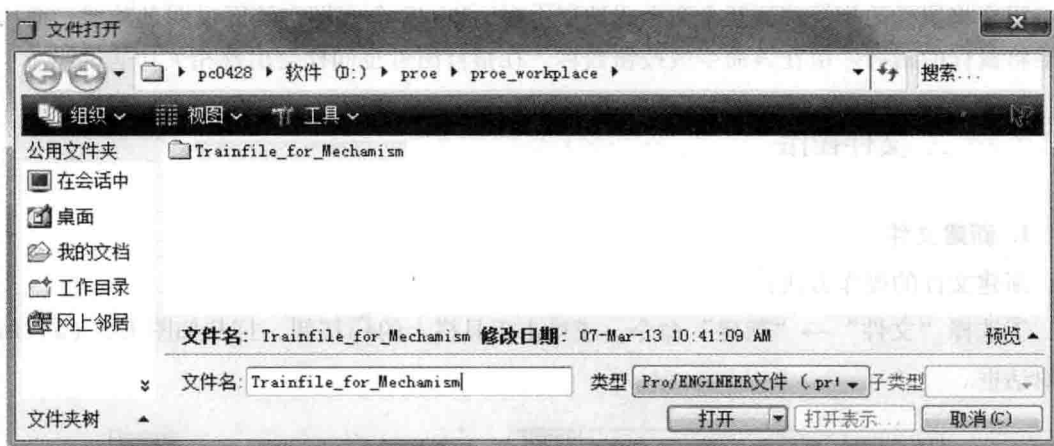

图 1.6 “文件打开”对话框
①选择“文件”→“打开”命令，或单击系统工具栏上的按钮，即打开如图 1.6 所示的“文件打开”对话框。